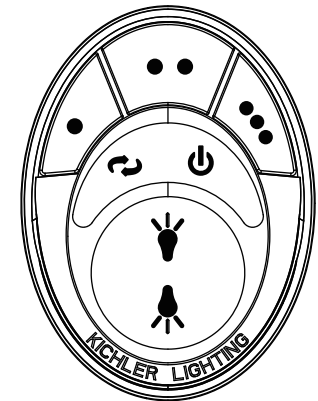

Figura 32
Paso 5. Los botones controlan la velocidad y la luz del ventilador de la siguiente manera: (Figura 32)